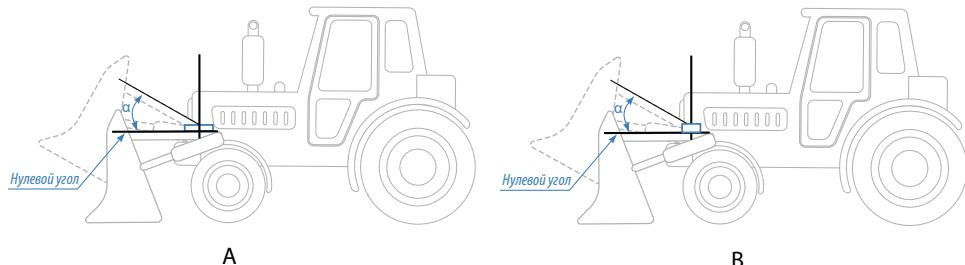

Рис.1. Установка нуля.
Датчик угла наклона производит измерение угла между «нулевым» и текущим положением метки в вертикальной плоскости. Нулевое (начальное) положение метки при установке может быть произвольным, что позволяет установить его на любой подходящей плоскости. Например, на Рис.1, (A) датчик установлен на горизонтальной площадке, на Рис.1, (B) – на боковой площадке.